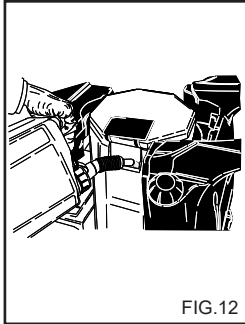

FIG.12
**OPERAÇÕES PARA A UTILIZAÇÃO DE PRODUTO ANTI-CONGELAMENTO (fig. 12)**